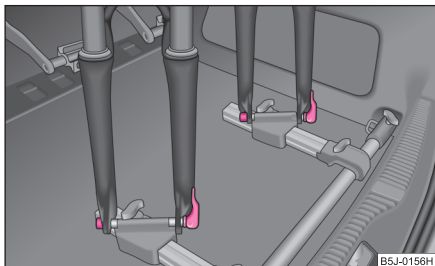

Fig. 67 Installation de la bicyclette
- Poser la fourche de bicyclette sur l'axe de fixation et la serrer avec le tendeur rapide ⇒ fig. 67.